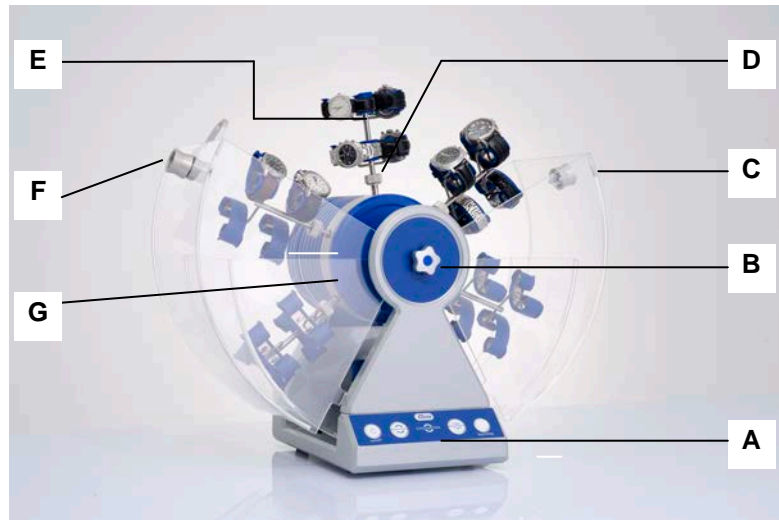

Fig. 3.7. Vista frontal
O gire el desembrague mecánico (*Fig. 3.7.B*) hacia la izquierda, desacoplado así el cabezal de varillas del eje motor. Ahora puede girar el cabezal de varillas manualmente a la posición deseada y volver a apretar el desembrague mecánico.
3. Monte las bridas para relojes equipadas con los relojes sucesivamente en el cabezal de varillas. Abra para ello el tornillo moleteado del soporte para bridas que se encuentra en la posición superior (*ver la Fig. 3.7.D*), inserte una brida y vuelva a apretar el tornillo moleteado. Desplace a continuación el siguiente soporte para bridas a la posición deseada y monte la siguiente brida para relojes; proceda de este modo hasta haber montado todas las bridas deseadas. Si no se aprietan firmemente los tornillos moleteados, las bridas pueden caerse de los soportes durante el funcionamiento y dañar los relojes o los mecanismos de relojería fijados en las mismas.